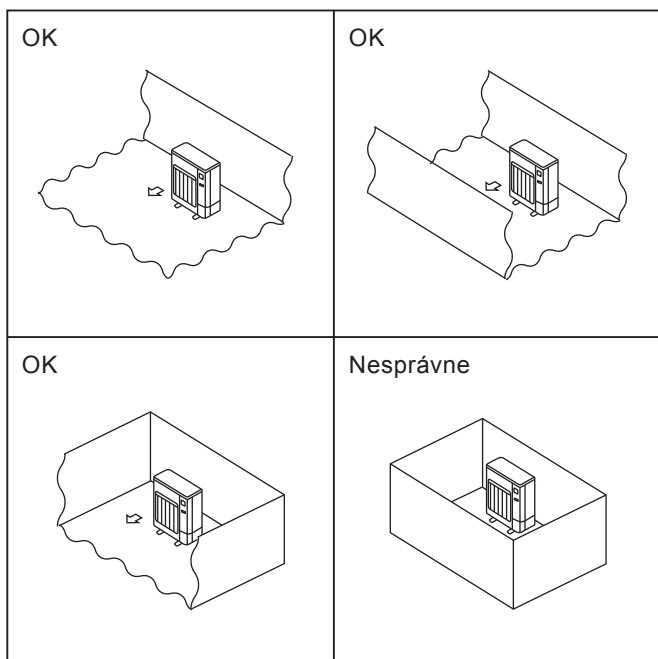

Fig. 2-1
- Ⓢ Exteriérové jednotky inštalujte na miestach, kde je aspoň v jednom zo štyroch smerov voľný priestor a kde je dostatok miesta bez vytvárania výstupkov. (Fig. 2-1)